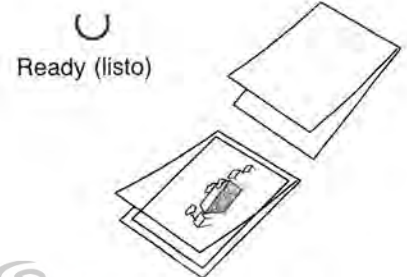

Figura 2
- Introduzca la bolsa con el artículo, primero el borde sellado dentro del PORTADOR de papel que se incluye con cada caja de bolsas. Coloque el borde sellado de la bolsa contra el borde plegado interno del portador (figura 2).
- Después de haber terminado de laminar, ponga el interruptor en la posición de apagado (O).